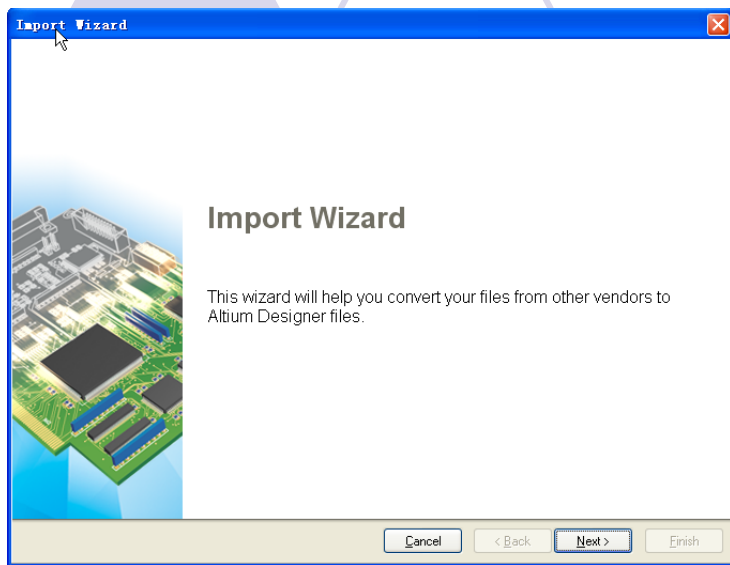

图14-1 Import Wizard对话框
(3) 启动Altium Designer软件，执行File → Import Wizard命令，打开如图14-1对话框。